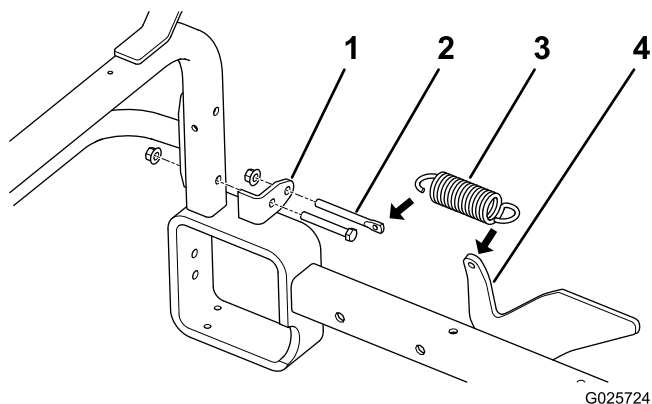

Figura 7
2. Retire a porca e o parafuso **inferiores** que prendem cada suporte de montagem do tubo de engate aos tubos da estrutura verticais (Figura 7).
Nota: Posicione os suportes da mola como se mostra em Figura 7.